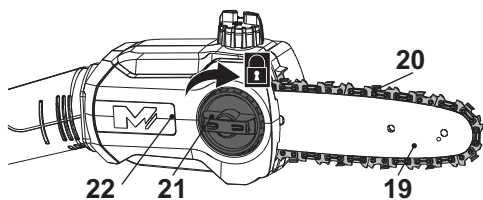

Fig. 10
9. Remettez le carter de la chaîne de sciage (22) en place et serrez légèrement la molette de verrouillage (21) dans le sens des aiguilles d'une montre (Fig. 10). Ne serrez pas complètement la molette de verrouillage (21) car il faut d'abord tendre la chaîne de sciage.